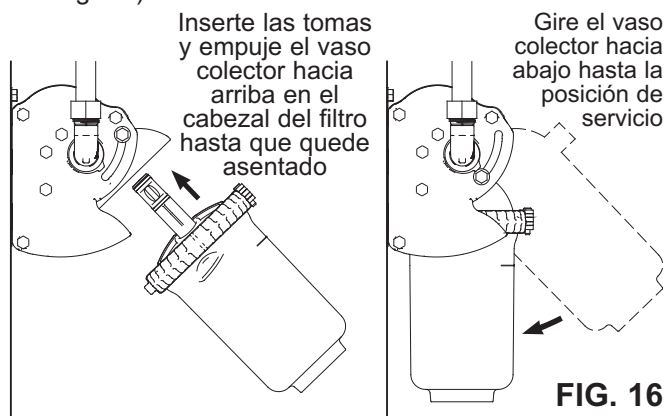

FIG. 16
10. Introduzca el conjunto del vaso colector en el cabezal guiando las tomas del filtro dentro de los receptáculos correspondientes en el cabezal y empujando el vaso colector hacia arriba hasta que se detenga (vea la Fig. 16).